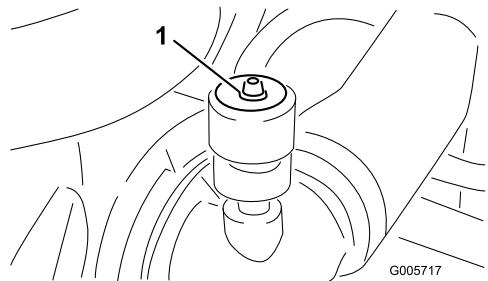

Figura 43
- Faça a manutenção dos filtros de ar sempre que o indicador (Figura 43) do filtro do ar o indicar ou a cada 400 horas de funcionamento da máquina (com maior frequência em condições de trabalho muito sujas ou poeirrentas). Não efectue a manutenção do filtro de ar com demasiada frequência.
6. Reinicie o indicador (Figura 43) se este se apresentar vermelho.